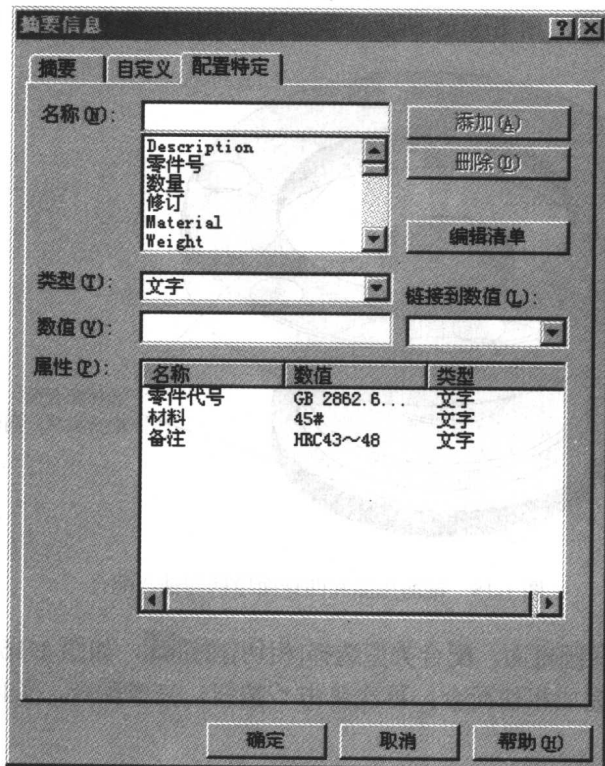

图 1-14 “摘要信息”对话框
⑦ 修改零件属性。选择菜单[工具]—[属性]命令，出现“摘要信息”对话框，单击“配置特性”选项卡：
- 设置完毕，如图 1-14 所示，单击  按钮。
⑧ 保存零件。完成零件建模后，单击[保存]按钮 ；打开“另存为”对话框，输入文件名为“凹球面模柄.sldprt”，单击  按钮。